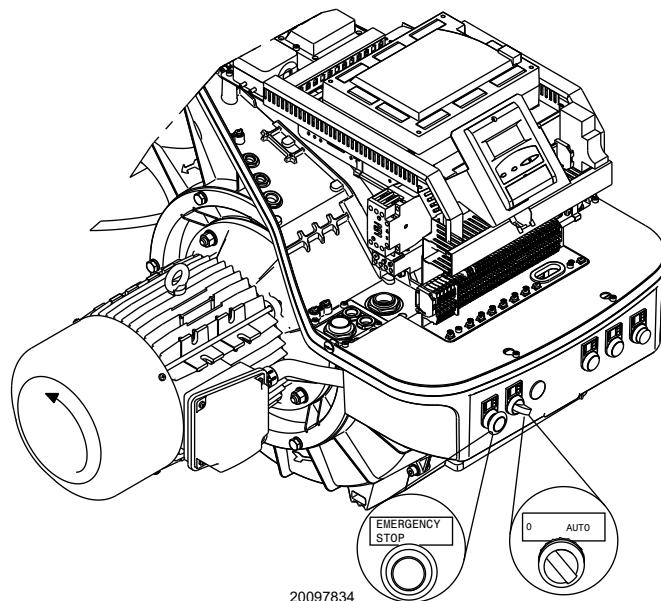

Fig. 24
Colocar el interruptor en la posición "AUTO" (Fig. 24).
Cuando se pone en marcha el quemador, comprobar la dirección de la rotación del motor como se indica en (Fig. 24).
- colocar el interruptor de Fig. 24 en la posición "0" y esperar a que la caja de control ejecute la fase de apagado;
- mediante el interruptor 0-AUTO de la Fig. 24 en pág. 27.